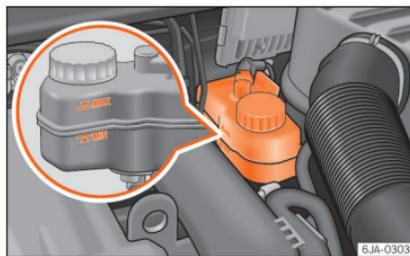

Abb. 246 Motorraum: Bremsflüssigkeitsbehälter
- Prüfen Sie den Bremsflüssigkeitsstand am Behälter »» **Abb. 246**. Der Stand muss zwischen den Markierungen „MIN“ und „MAX“ liegen.